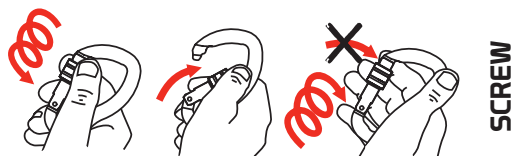

Fig.12
- lo strozzacorda (E) sia pulito e libero di ruotare in posizione di blocco della corda,
- i connettori funzionino correttamente (fig. 12 - 13), in particolare verificare che: